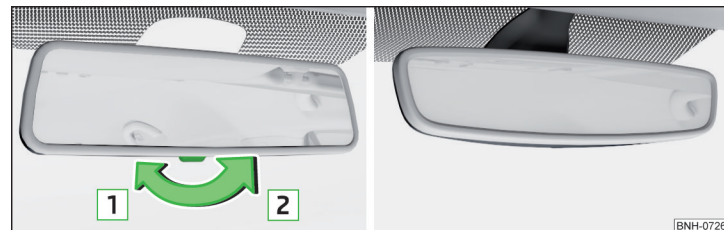

Abb. 65 **Innenspiegel: mit manueller Verdunkelung / mit automatischer Verdunkelung**
**Spiegel mit manueller Verdunkelung** » Abb. 65
Die Spiegelverdunkelung » Abb. 65 wird nach dem Motorstart automatisch gesteuert.